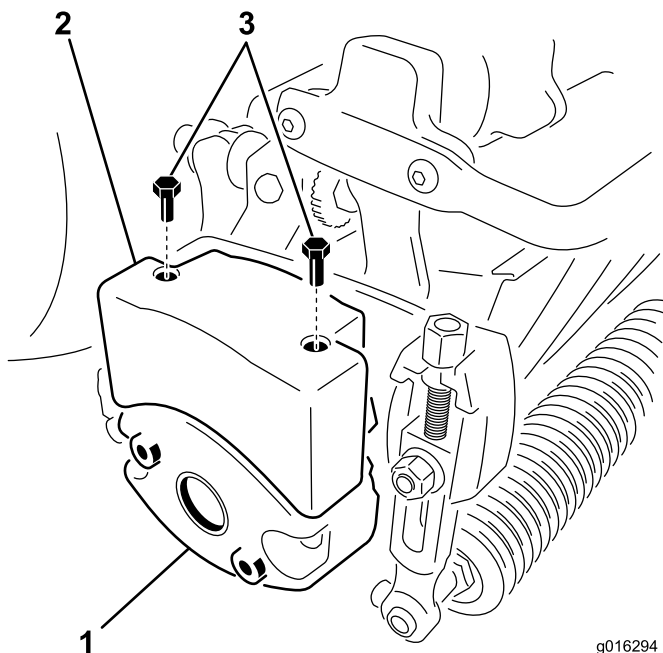

図 11
4. ウェイトをカッティングユニットの側面に固定しているボルト2本を外す 図 11。
6. カッティングユニットのウェイトに上部ウェイトを取り付ける六角ヘッドねじ2本を使用する 図 11。